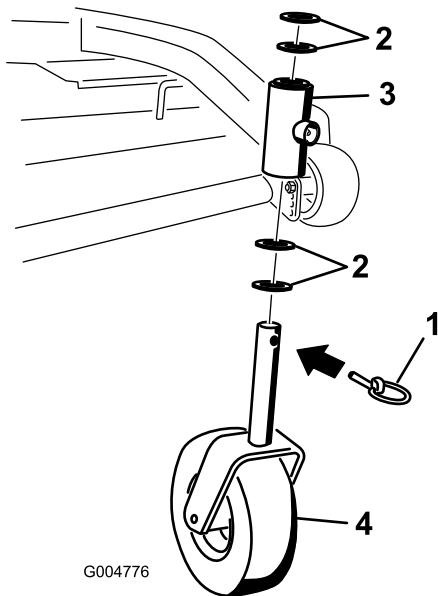

Figura 57
- Retire el pasador de bloqueo y los espaciadores de la parte superior de la horquilla de la rueda giratoria (Figura 57).
6. Inspeccione la horquilla de la rueda giratoria para determinar si está desgastada y cámbiala de ser necesario (Figura 57).
7. Deslice la horquilla a través de los casquillos del tubo de montaje. Cambie los espaciadores de la horquilla y sujetelos con el anillo de retención (Figura 57).